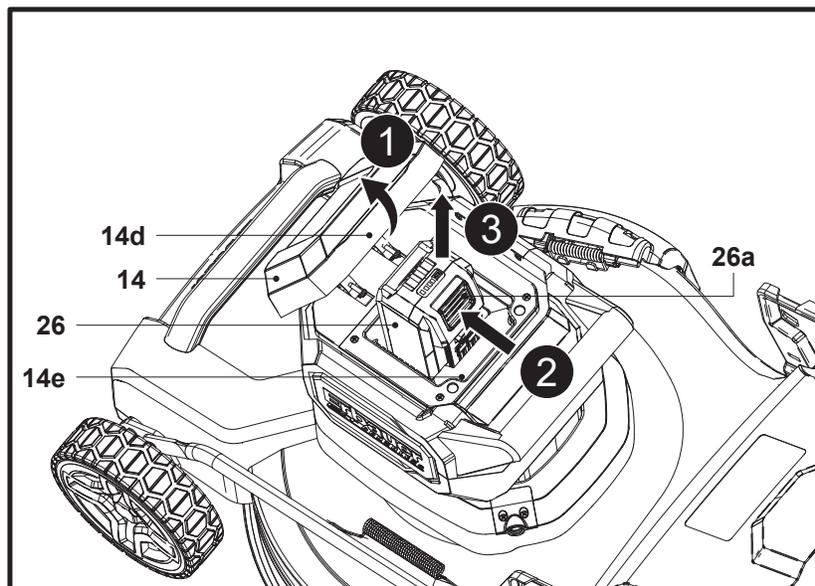

Fig. 8
1. Maintenir la languette (14d) et ouvrir le couvercle du compartiment de la batterie (14) (Fig. 8, étape 1).
2. Appuyer sur le bouton de déverrouillage (26a) pour déverrouiller le loquet de la batterie (26) (Fig. 8, étape 2).
3. Faire glisser la batterie (26) hors de son compartiment (14e) (Fig. 8, étape 3).
4. Fermer le couvercle du compartiment de la batterie (14).